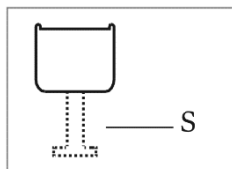

Рис. 13
- Убедитесь в том, что дверцы прибора открываются, закрываются и уплотнены надлежащим образом. После завершения установки изделия в шкаф, согните и отщелкните части белых вставок, отмеченные буквой «S», как показано пунктиром на рис. 13. Оставшиеся части вставки оставьте на металлических пластинах.